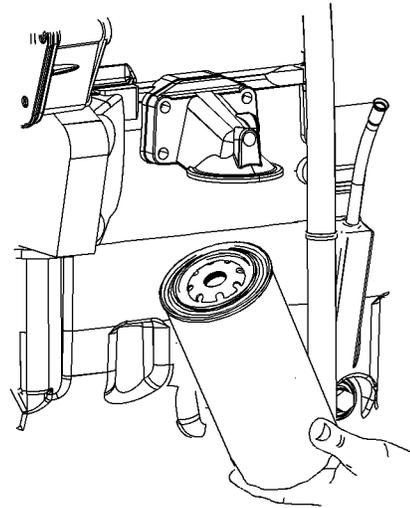

Abbildung 33
Anmerkung: Einige Ölfilter können vertikal eingebaut werden. Siehe Abbildung 33. Bei Schritt (1) beginnen, um den Ölfilter aus- und einzubauen.